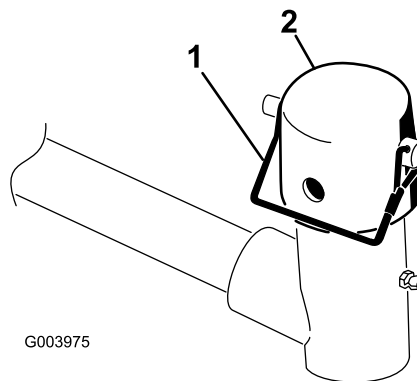

Figura 4
3. Em cada braço de elevação da unidade de corte, remova o pino de segurança que fixa a tampa ao pivô do braço de elevação e retire a tampa (Figura 4).